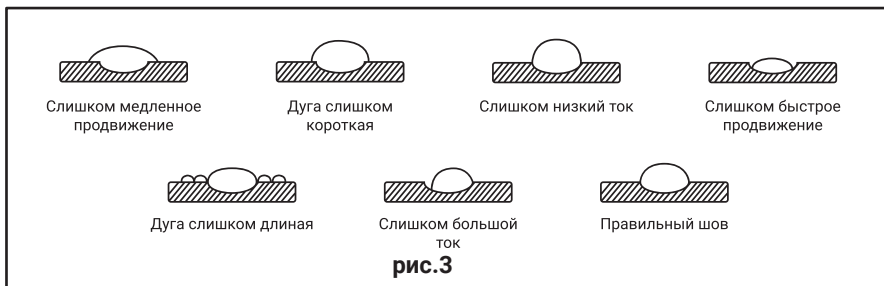

рис.3
9. Параметры сварочных швов на рис.3: